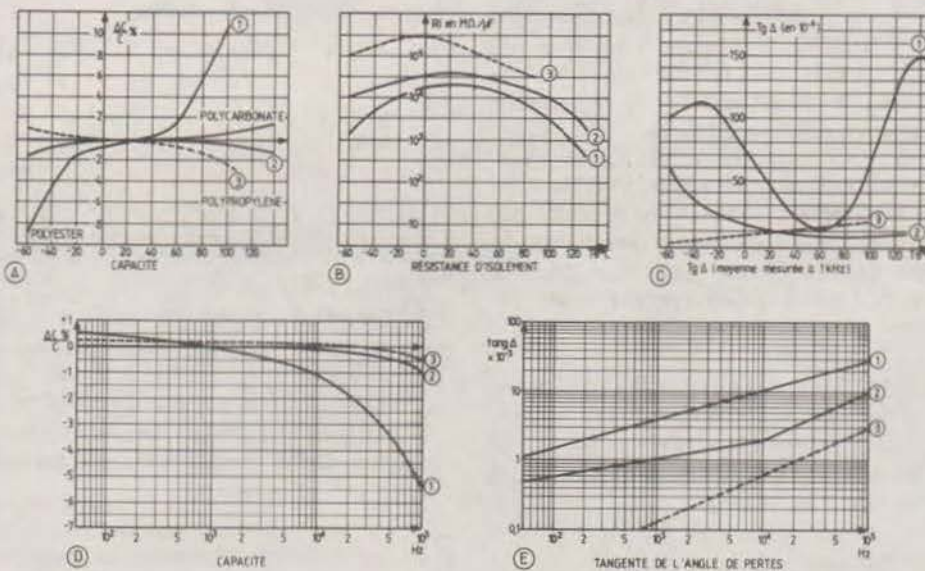

Fig. 5. - Courbes caractéristiques des condensateurs (EFCO) :
Constante diélectrique : 2,8 ; angle de pertes : $\leq 10 \cdot 10^{-4}$ à 25 °C et 50 Hz ; rigidité diélectrique : 180 kV.mm ; température maximale d'emploi : 140 °C ; coefficient de température : $\pm 75 \cdot 10^{-6}/^{\circ}\text{C}$, voisin de zéro aux températures normales (fig. 5.A (2)).
Les caractéristiques principales des condensateurs au polycarbonate métallisé sont données sur la figure 5, courbes (2), on remarque l'ensemble des qualités de ces condensateurs. Cependant ils doivent être sérieusement protégés contre l'humidité. Les modèles les plus courants sont métallisés, ceux qui ne le sont pas sont spéciaux.
Les principales caractéristiques sont données sur les courbes de la figure 5 A à E repère (3). On remarque : sa résis-